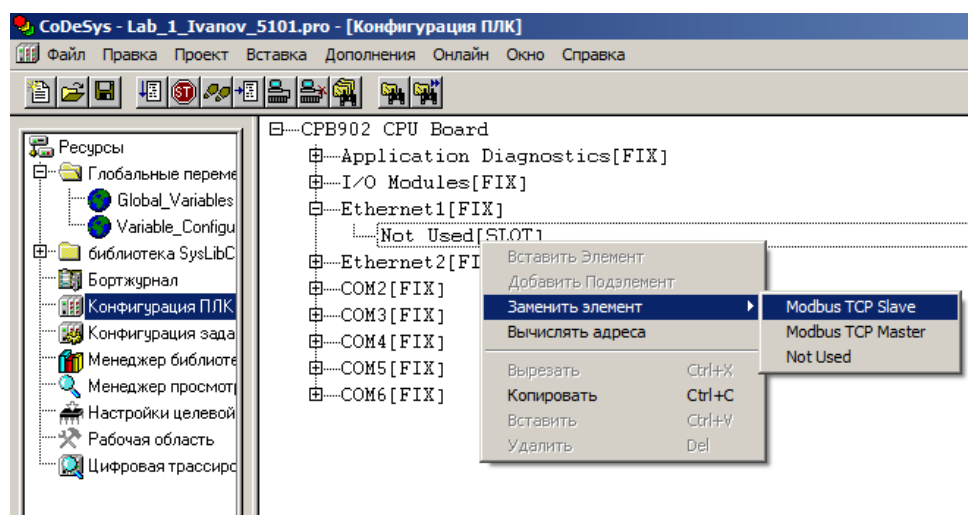

Рис.10. Конфигурирование сервиса ModbusTCP Slave на интерфейсе Ethernet1
1.4.6. Сконфигурируем протокол сетевого обмена интерфейса Ethernet1. К аппаратному интерфейсу Ethernet1 можно подключить сервис сетевого обмена по протоколу Modbus (в качестве мастера и/или подчиненного узла ). По умолчанию этот сервис не подключен и установлен элемент «**Not used**». Раскрыть список параметров элемента **Ethernet1**. Щёлкнуть правой кнопкой мыши на параметре «**Not used**», выбрать в появившемся контекстном меню пункт «**Заменить элемент...**» и установить «**Modbus TCP Slave**» (рис. 10). Этот сервис реализует функциональность подчиненного узла (сервера) протокола Modbus и используется для обмена данными между прикладной программой контроллера CPM902 и другим устройством – мастером сети Modbus.